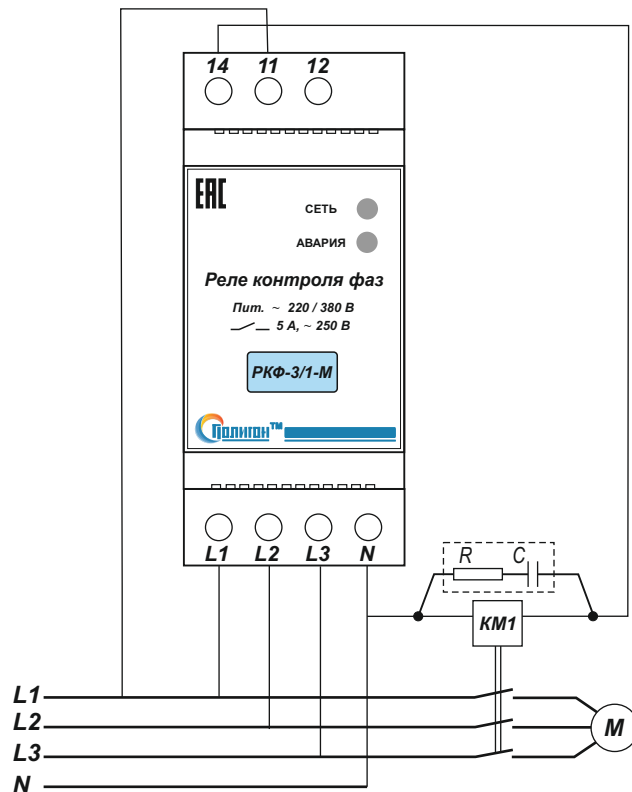

Рис.1. Типовая схема подключения реле РКФ-3/1-М.
- 4.3. Произвести подключение входной контролируемой сети, цепей управления и сигнализации согласно маркировке (рис.1): L1, L2, L3 - фазы; N - нейтраль; 11- переключающий контакт реле; 14 - нормально разомкнутый контакт реле; 12 - нормально замкнутый контакт реле.